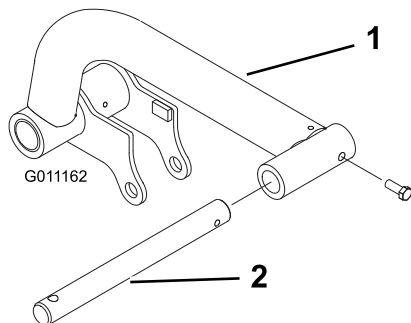

図 9
1. 左右の昇降アームにそれぞれピボットロッドを差し込み、取り付け穴を整列させる図 9。